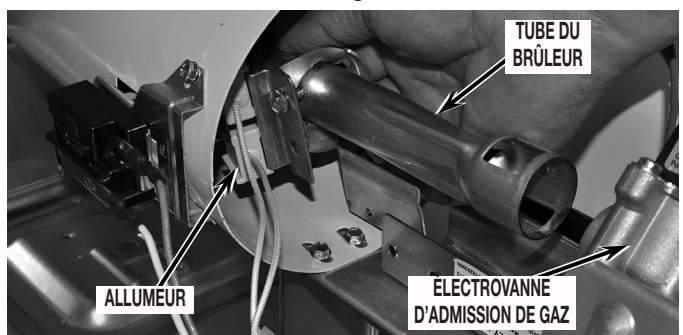

FIGURE 2
- Faire glisser le tube du brûleur vers l'avant, suffisamment pour pouvoir accéder au gicleur. Veiller à ne pas heurter l'allumeur. Voir la Figure 2.